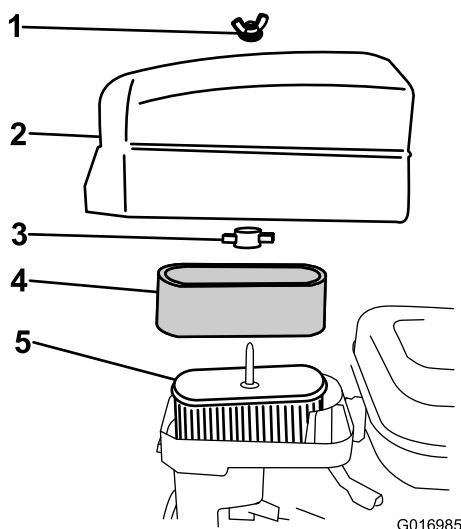

Figure 32
4. Si l'élément en mousse est encrassé, sortez-le de l'élément en papier (Figure 32) et nettoyez-le comme suit :